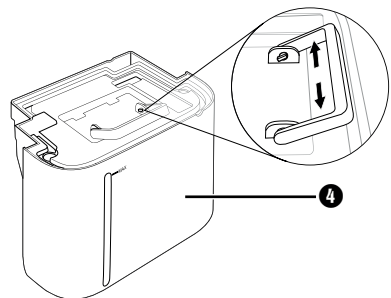

Abb. 5
- ◆ Um den Wassertank **4** von innen zu reinigen, müssen Sie den Deckel entfernen. Neigen Sie hierzu den Griff so weit nach vorne, bis die Zapfen am Griff mit den Nuten am Wassertank **4** übereinstimmen. Sie können nun den Griff lösen, indem Sie ihn an beiden Seiten aus den Nuten drücken (siehe Abbildung 5).